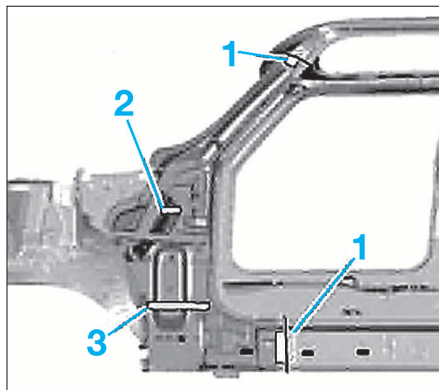

FIG. 8
- souder des raidisseurs d'une longueur d'env. 30 mm aux endroits (1) (Fig.8).
- ajuster et souder la bride (2) du flexible d'écoulement d'eau.
- appliquer de la colle pour pare-brise dans la zone (3).